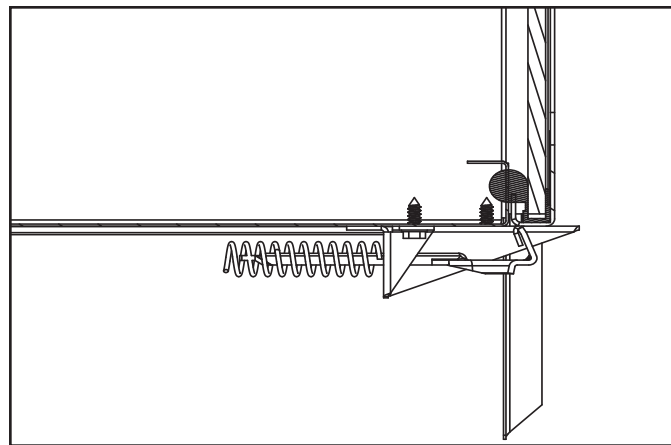

Figure 4.2 Panneau de verre fixe
- Le panneau de verre fixe s'attache au foyer en quatre points. Les quatre mécanismes d'attache est constitué de verrous à ressorts. Un exemple de verrou de vitre est montré à la Figure 4.2.